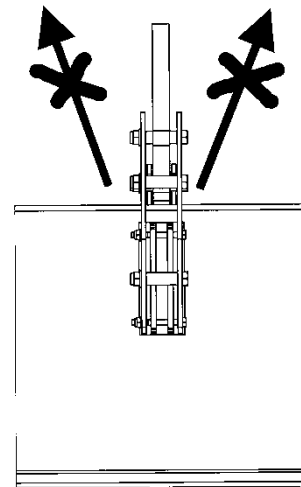

Abb. 4
**Eine Belastung der Klemmen durch Schrägzug ist verboten (Abb. 4). Verformung und Absturzgefahr!**